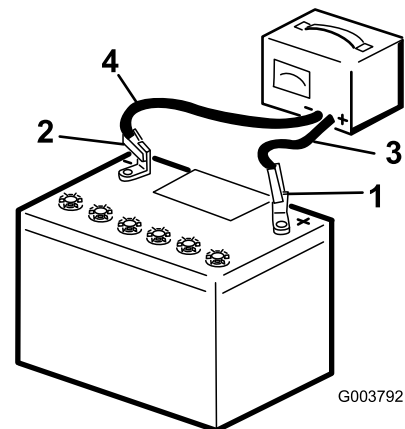

Figura 38
3. Cargue la batería durante 10 a 15 minutos a 25–30 amperios, o durante 30 minutos a 4–6 amperios (Figura 38). No sobrecargue la batería.
4. Cuando la batería esté completamente cargada, desconecte el cargador de la toma de electricidad, luego desconecte los cables del cargador de los bornes de la batería (Figura 38).